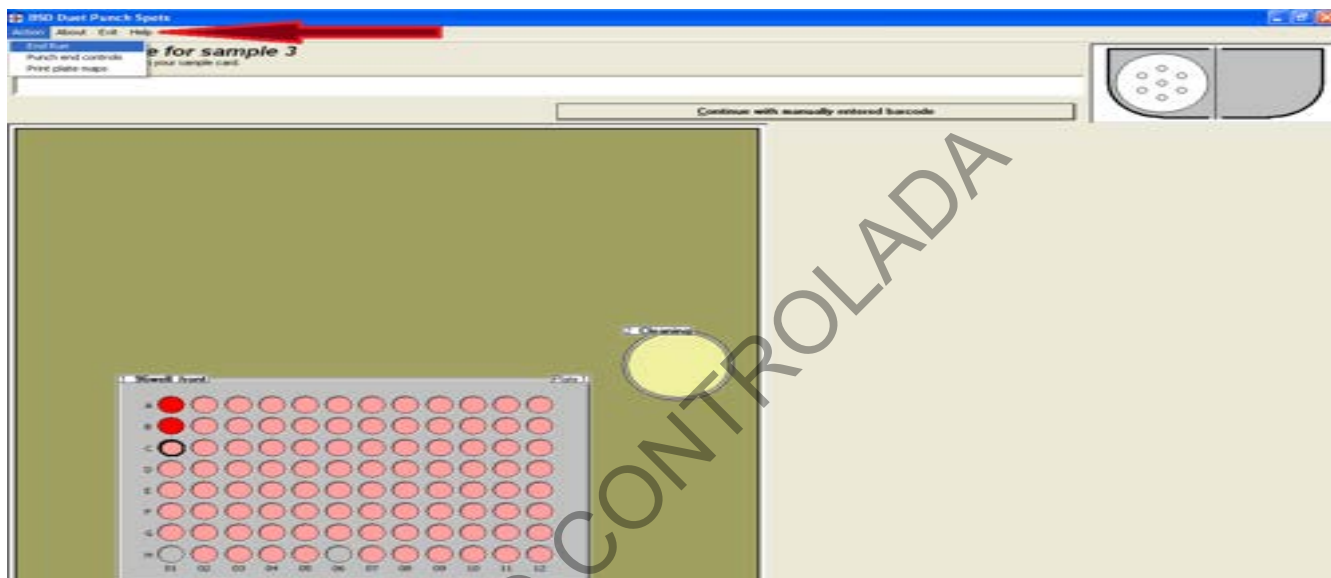
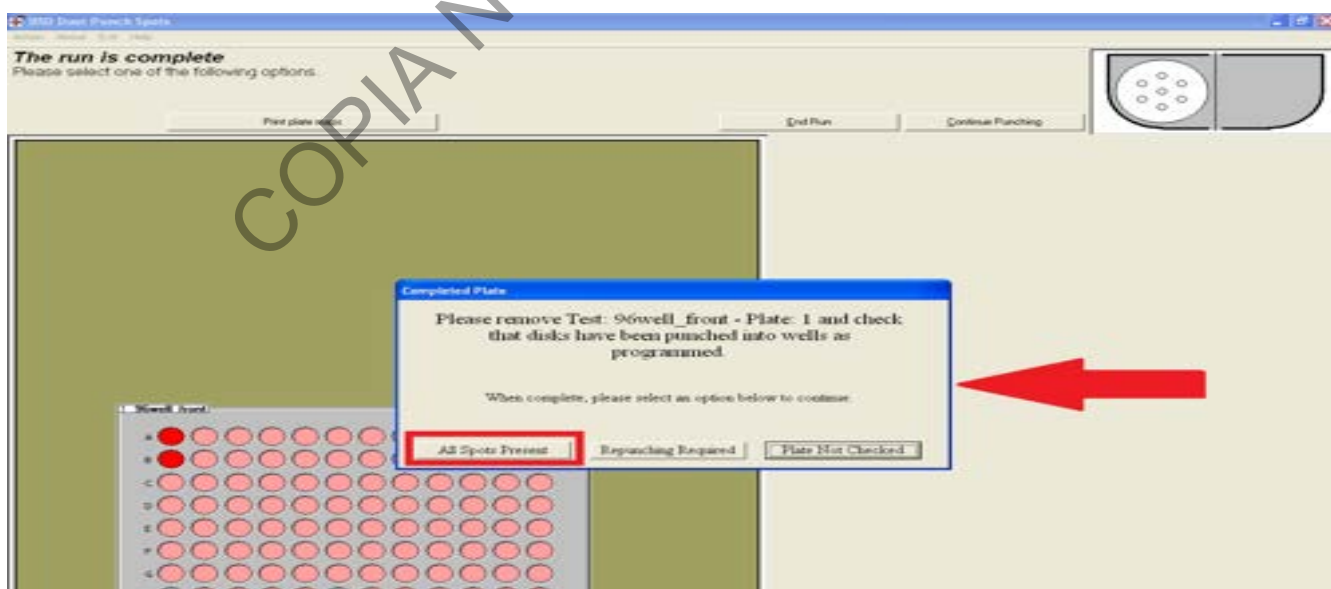

Figura 25. Selección de la opción "End Run" o terminar corrida
Figura 26. Remoción de placa y finalización de la corrida
7.3.8 Cuando termine de recortar las muestras, coloque el cursor del mouse en el menú superior de la pantalla y haga clic en "Action" y luego en "End Run" para terminar la corrida (ver figura 25). Aparecerá una ventana que indica que se debe retirar la placa y revisar que todas las muestras se encuentran en los pocillos (ver figura 26). Una vez realizada esta revisión, hacer clic en la opción "todas las muestras presentes" ("all spots present") (ver figura 26). Si se presenta el caso de una muestra ausente en un pocillo, esta puede ser recortada de manera manual.